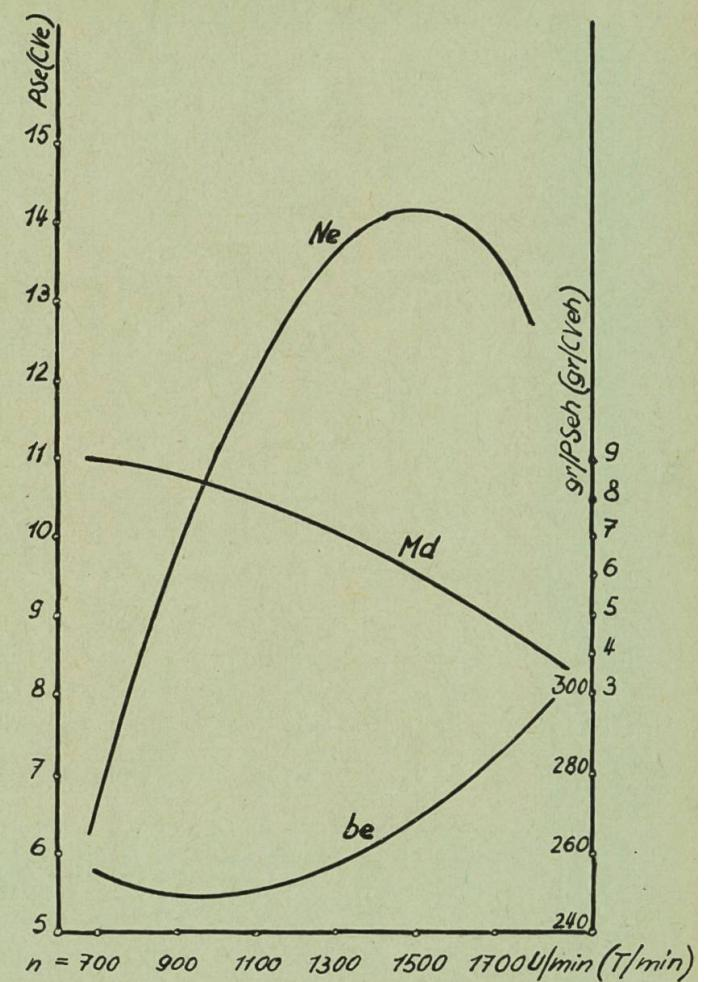

Abb. 3:
2) Kennzeichen des schlechten Motors (Abb. 3).